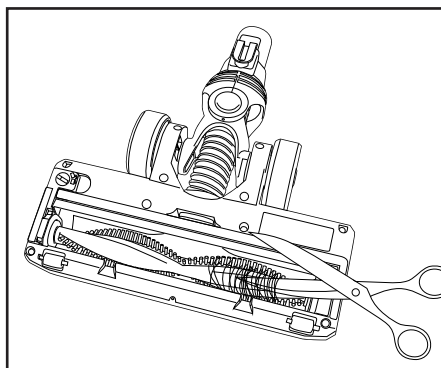

Fig. 1
2. Use tijeras para quitar la acumulación de estos materiales enredados en el cepillo giratorio (Fig. 1).